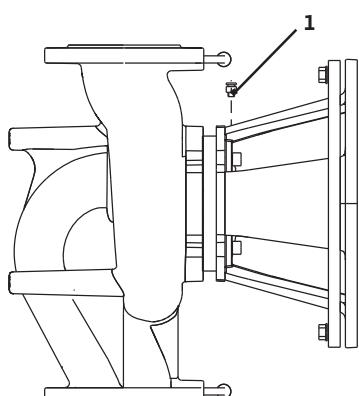

Fig. 40: Zawór odpowietrzający
- Pompy należy odpowietrzać poprzez poluzowanie zaworów odpowietrzających (Fig. 40, poz. 1.). Praca na sucho prowadzi do zniszczenia uszczelnienia mechanicznego pompy. Nie wolno odpowietrzać czujnika różnic ciśnień (ryzyko zniszczenia).